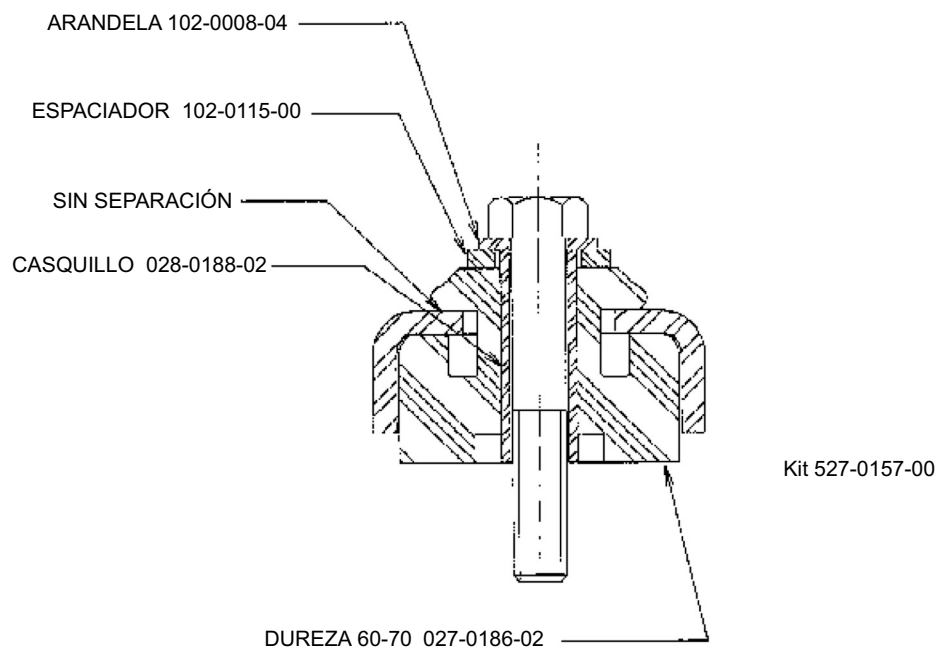

Figura 6A
Montaje para Sistemas en Rack – Existen tacos de montaje aislantes de caucho especialmente diseñados para las aplicaciones en paralelo de los Scroll Glacier^(MR) de 2 a 6 H.P. Estos tacos están compuestos por un material de alta dureza específicamente diseñado para aplicaciones de refrigeración. La alta dureza limita el movimiento del compresor, lo que minimiza la posibilidad de problemas potenciales o de tensión excesiva en las tuberías. Además suministran suficiente amortiguación como para evitar que la vibración se transmita a la estructura de montaje. Se recomienda esta disposición de montaje para instalaciones de compresores múltiples en rack. Refiérase a la Figura 6A para los detalles de este sistema de montaje.